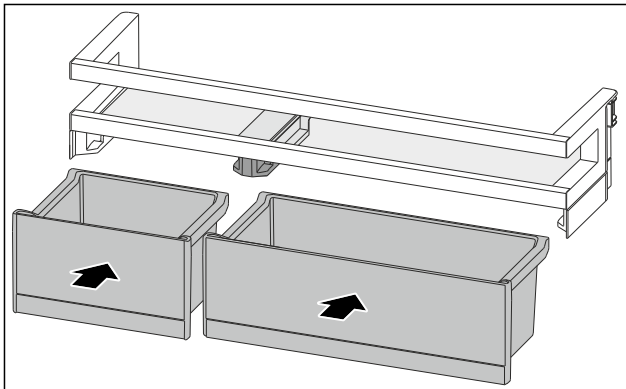

Fig. 131
- ▶ VarioBoxen in getauschter Anordnung einsetzen. (siehe Fig. 131)